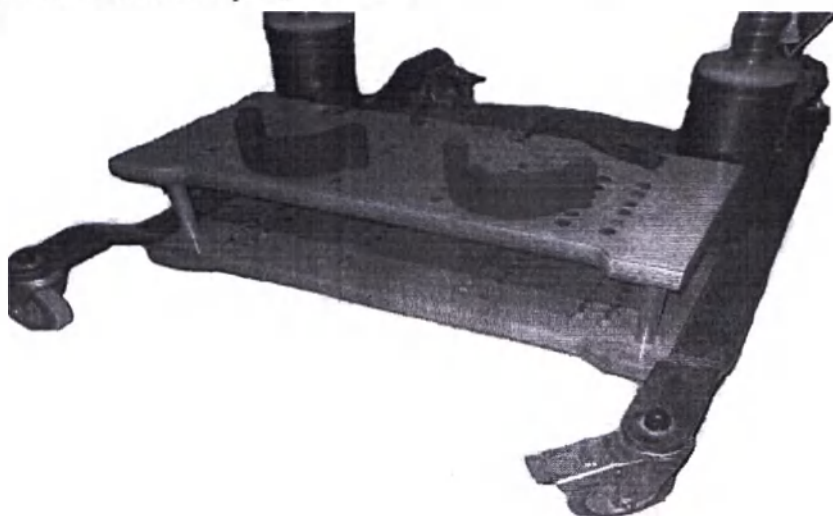

Рисунок 6 – Дополнительная опора для ног
5.2.3 Дополнительная опора для ног предназначена для пациентов малого роста или детей (см. рисунок 6).